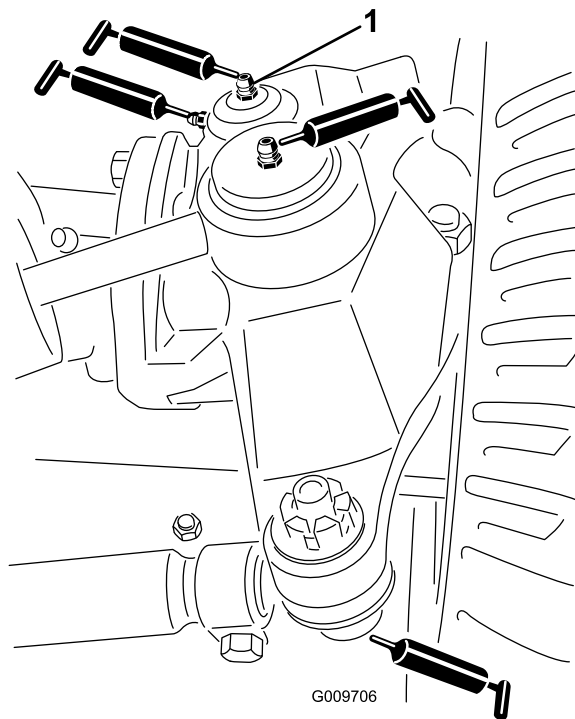

Bild 34
- Lenkzylinder-Kugelgelenke (2), wie in Bild 34 abgebildet
- Spurstangen-Kugelgelenke (2), wie in Bild 34 abgebildet
- Achsschenkelbüchsen (2), wie in Bild 34 abgebildet